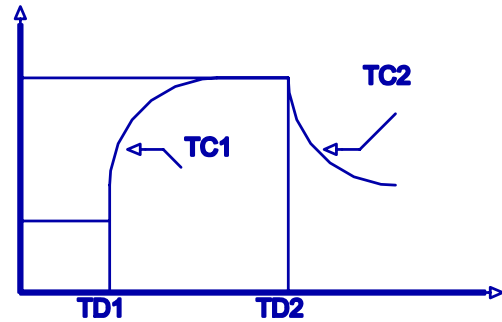

Figura 12. Señal exponencial
**VEXP:** Exponencial (figura 12).